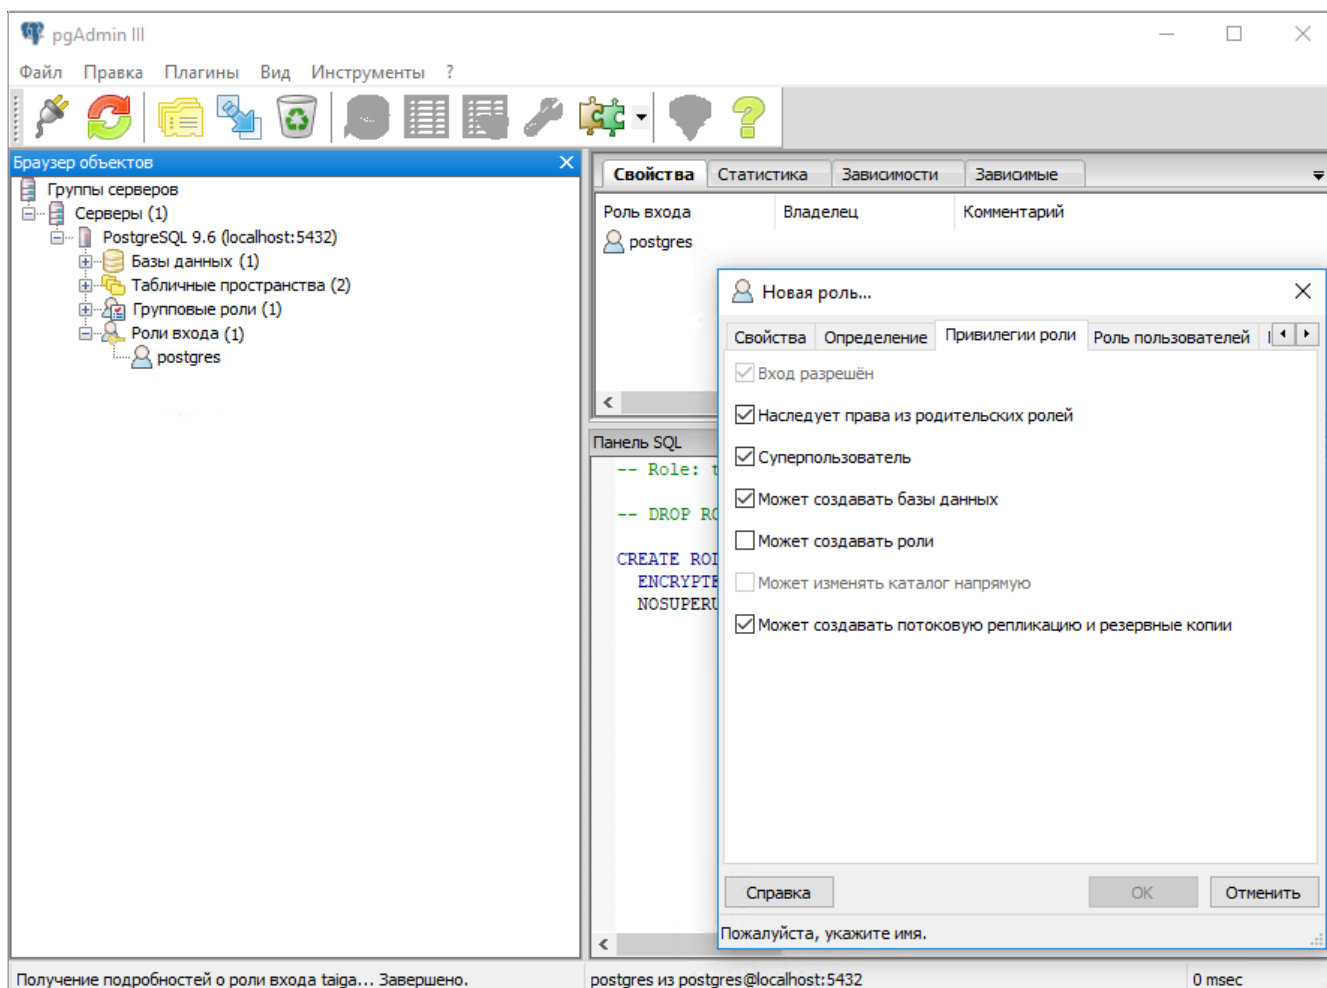

Рисунок 10. Назначение привилегий для роли входа
- 6) На вкладке «Привилегии роли» отметить все привилегии, кроме параметра «Может создавать роли» (см. рисунок 10).